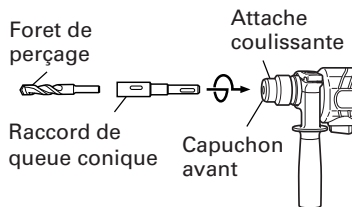
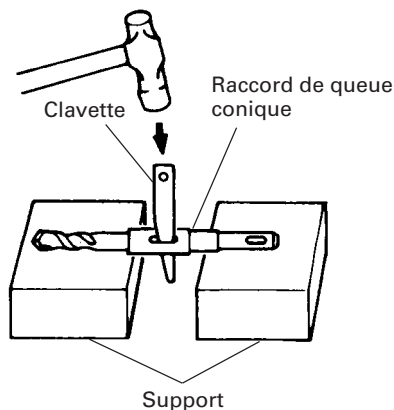

Fig. 13
Fig. 14
- (1) Monter le raccord de queue conique sur le marteau rotatif à percussion. (Fig. 13)
- (2) Fixer la mèche (queue conique) sur le raccord de queue conique. (Fig. 13)
- (3) Mettre l'interrupteur sur la position de marche (ON) et percer un trou de la profondeur voulue.
- (4) Pour retirer la mèche (queue conique), introduire la clavette dans la fente du raccord de queue conique et frapper la tête de la clavette avec un marteau alors que le perceuse est placée sur le support. (Fig. 14)